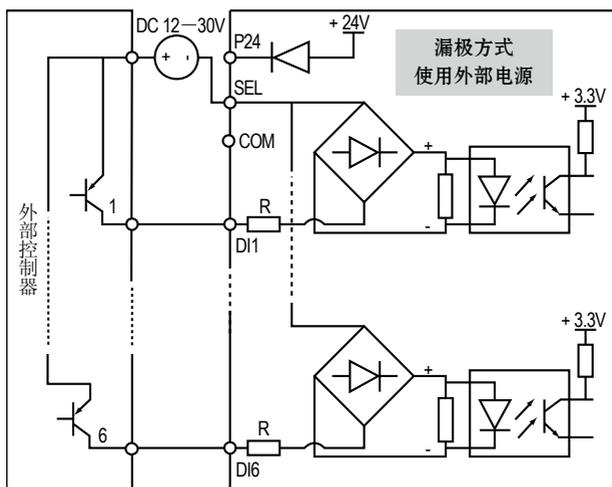

图 4-24 控制板使用外部电源时输入信号漏极输入接线示意图
2. 控制板 DI1—DI6，使用外部电源的漏极连接方式，如图 4-24 所示。（注意去除 SEL 与 P24 端子间的连接线）